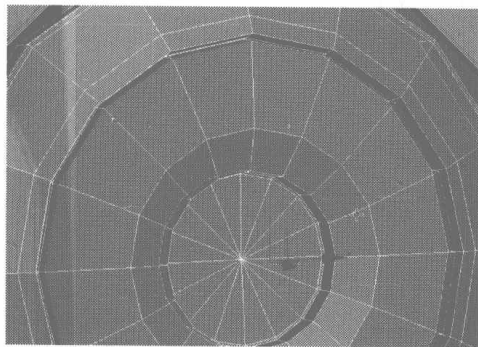

图 4.129(a)
- 12** 分别选择镜头圈上如图 4.129 所示的边线，在 Edit Edges 卷展栏中单击 **Extrude** 右侧的小按钮，在弹出的对话框中设置挤压参数，如图 4.130 所示。